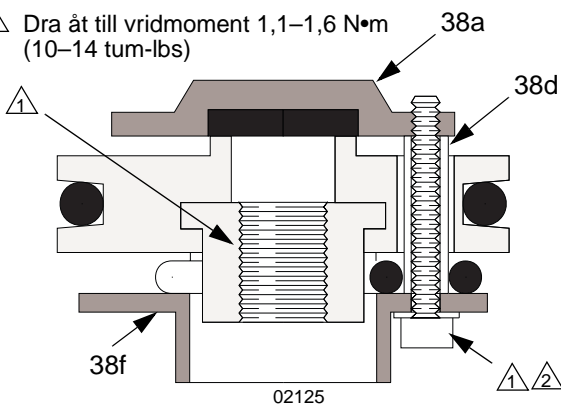

FIG. 12
- Om någon av ventilens distansplattor (38d) är skadade ska samtliga tre plattor bytas ut så att korrekt avstånd mellan ventilplattorna (18a, 18f) och sätena bibehålls. Se FIG. 12.